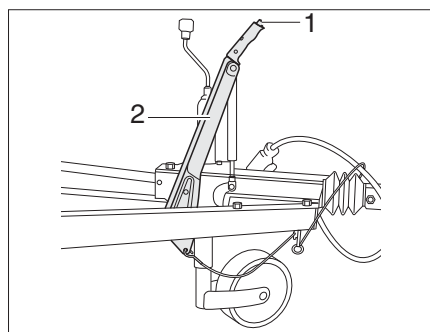

Fig. 15 Alternativa: Freno de retención
- Para soltarlo, apretar el botón de seguridad (Fig. 15,1) y bajar la palanca de freno (Fig. 15,2).